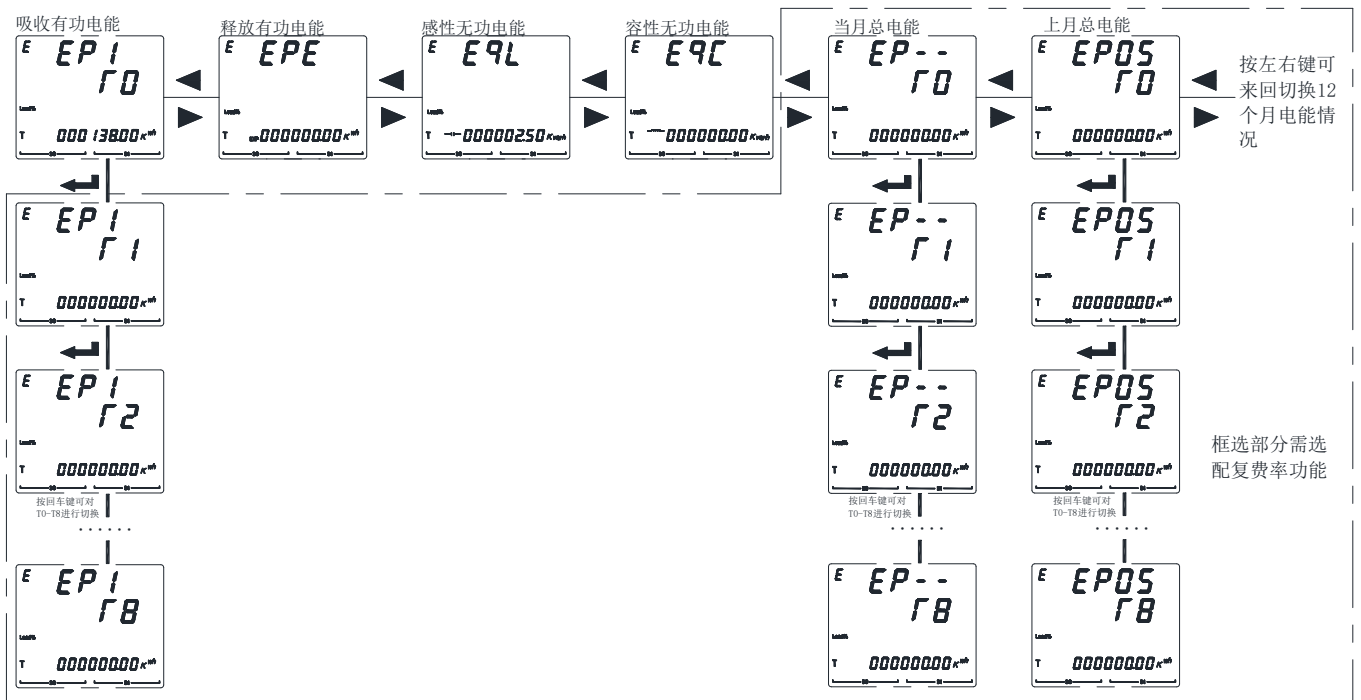

图 21
5.2.6 查看 AMC72L/96L 的电能参数及复费率电能（仅选配 F 有复费率电能功能）步骤如图 21 所示：